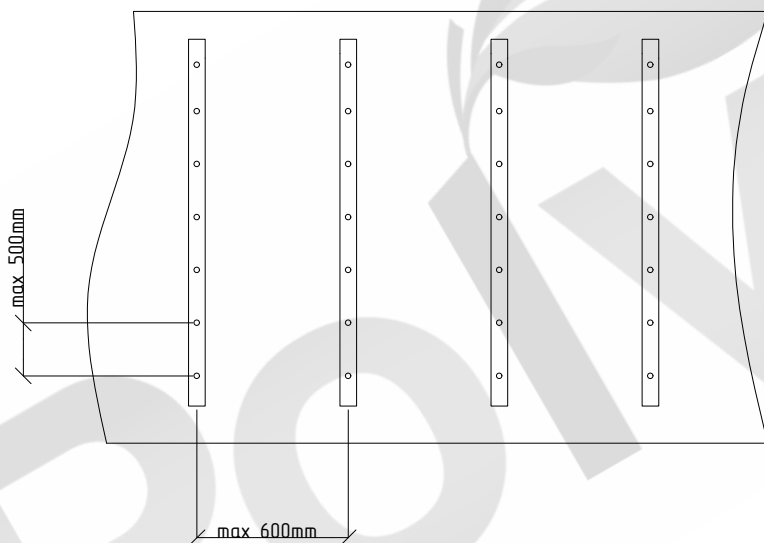

Рис. 1 Установка опорных профилей
- Каркасные профили устанавливаются с шагом не более 600мм, и крепятся к стене с шагом 350-500мм (Рис.1), в зависимости от материала стены используются различные типы саморезов и анкерных болтов.